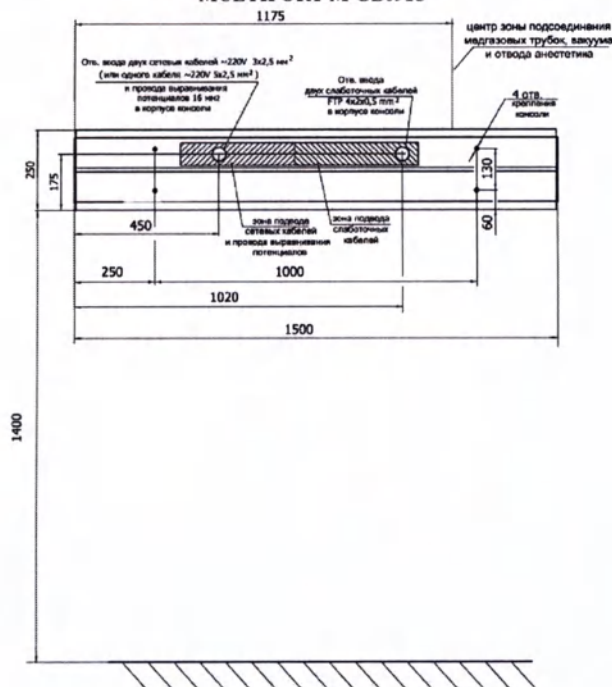
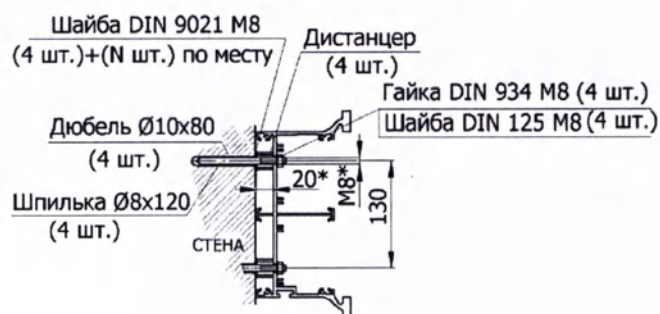
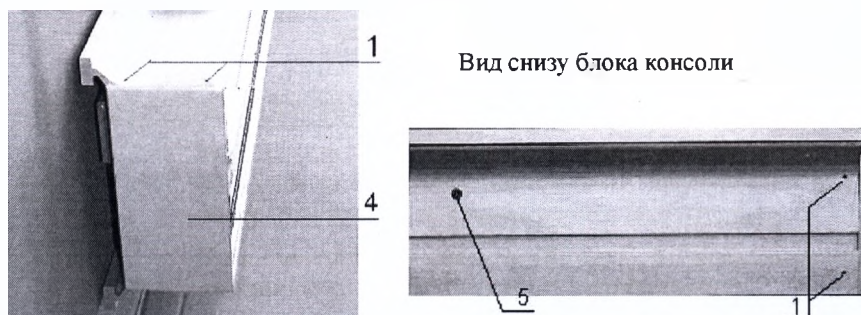

Рис. 4 Схема установки в помещении
Рис. 5 Крепление настенной консоли
Рис. 6 Расположение винтов крепления
7.1. Распакованные настенные консоли со снятыми декоративными панелями крепятся к стене в соответствии с планировкой палаты или операционной. Крепление осуществляется (Рис. 4 и Рис. 5) с помощью дюбелей Ø10×80, шпилек Ø8×120, гаек М8 и дистанцеров из комплекта поставки.
7.3. Разметка мест крепления (центры отверстий под дюбели) проводится согласно чертежу (Рис. 5) или путем непосредственной разметки по крепежным отверстиям корпуса консоли.
- Шестигранным ключом 1,5 мм освободить по четыре винта поз.1, фиксирующие снизу и сверху торцевые крышки с каждого края блока настенной консоли. Обе торцевые крышки поз.4 снять. (Рис. 6).
- С целью получения подхода к крепежным отверстиям ослабить затяжку шести винтов поз.5 (Рис. 6) крепления внутренних стяжек (по три винта на нижней и верхней стенках корпуса консоли) и осторожно снять декоративные панели секций расположения газовых клапанов и электророзеток. Снятие панелей рекомендуется выполнять, приподнимая торец каждой панели и с некоторым усилием поворачивая панель на себя до выхода панели из пазов фиксации. Панели отвернуть: панель электророзеток на верхнюю стенку корпуса, панель газовых клапанов опустить вниз.
- Надеть блок консоли на шпильки Рис. 6 (перед этим надев на них дистанцеры) и предварительно закрепить гайками М8 (согласно Рис. 5), не затягивая их до конца.